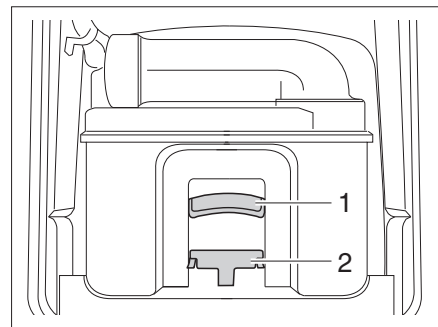

Bild 384 Thetford-kassett
- Dra hållbygeln (Bild 384,2) framåt för att låsa upp toalett-kassetten och dra ut kassetten i handtaget (Bild 384,1).